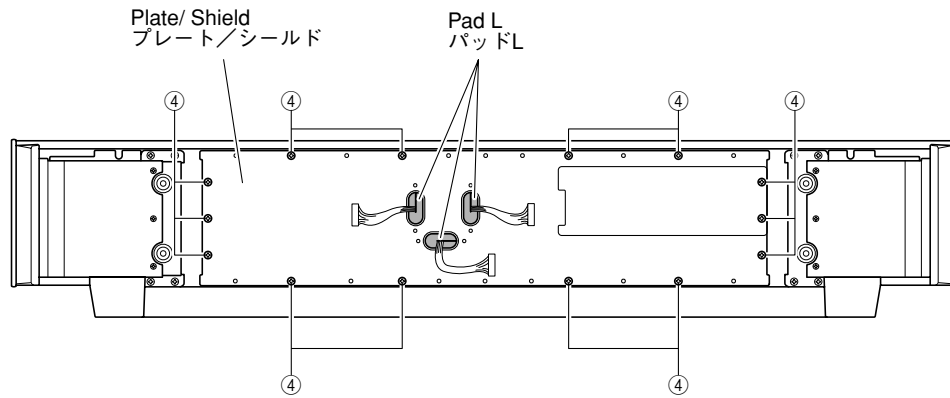
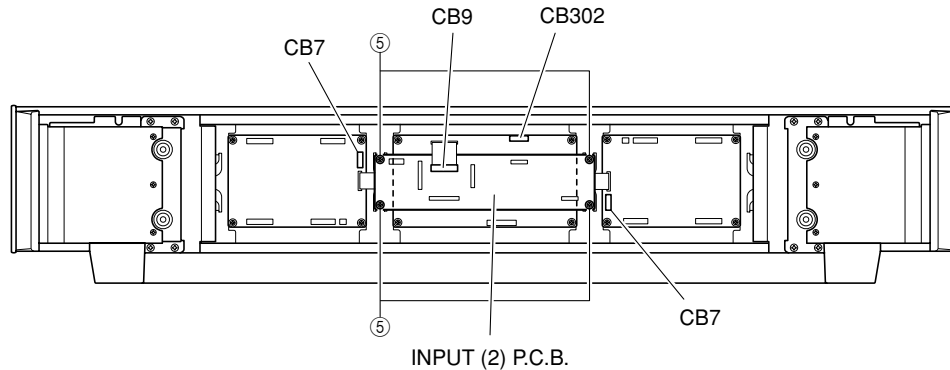

Fig. 4
Fig. 5
3. Removal of INPUT (2) P.C.B.
- Remove 14 screws (④). (Fig. 4)
- Remove 3 pad L's. (Fig. 4)
- Remove 4 screws (⑤). (Fig. 5)
- Remove CB7, CB9 and CB302. (Fig. 5)
- Remove the INPUT (2) P.C.B..
- ④のネジ 14本を外します。(Fig. 4)
- パッドL 3個を外します。(Fig. 4)
- ⑤のネジ 4本を外します。(Fig. 5)
- コネクタ CB7、CB9、CB302を外します。(Fig. 5)